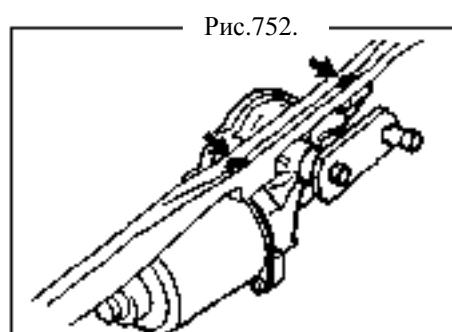

Рис.752.
- (б) Открутите два болта и снимите генератор стеклоочистителя (рис.752).
- (б) При помощи 2 болтов установите генератор стеклоочистителя на место (рис.752).